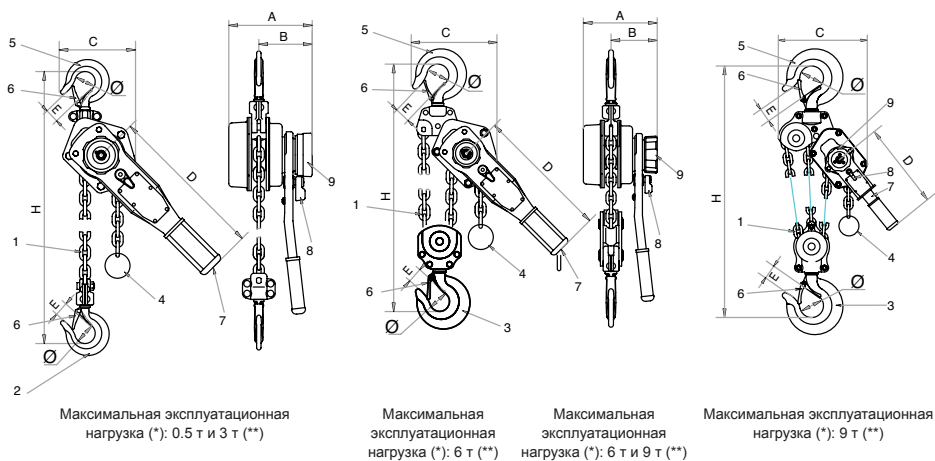

Рис. 1
Таль bravo™ поставляется с подъемной цепью (схема 1, рис. 1) стандартной длины 1.50 м. Подъемная цепь для моделей 0.5 – 3 т состоит из одной ветви, на конце которой находится подъемный крюк (схема 2, рис. 1). Подъемная цепь (поз. 1, рис. 1) модели г/п 6 т состоит из 2 ветвей и одного грузоподъемного крюка (поз. 3, рис. 1). Подъемная цепь
(поз. 1, рис. 1) модели г/п 9 т состоит из 3 ветвей и одного грузоподъемного крюка (поз. 3, рис. 1).
Свободный конец цепи снабжен нижним ограничителем хода (схема 4, рис. 1).
крюк подвески (схема 5, рис. 1), и что предохранитель крюка (схема 6, рис. 1) надежно закрыт (см. рис. 2 и 3).
Управление талем bravo™ осуществляется за счет рычага (схема 7, рис. 1), который оператор двигает туда и обратно, чтобы поднять, опустить или потянуть груз.
2. Поставить рычаг переключения (схема 8, рис. 1) движения в положение "0".
3. Без груза, повернуть колесо (схема 9, рис. 1) управления против часовой стрелки и открыть тормоз; цепь свободна.